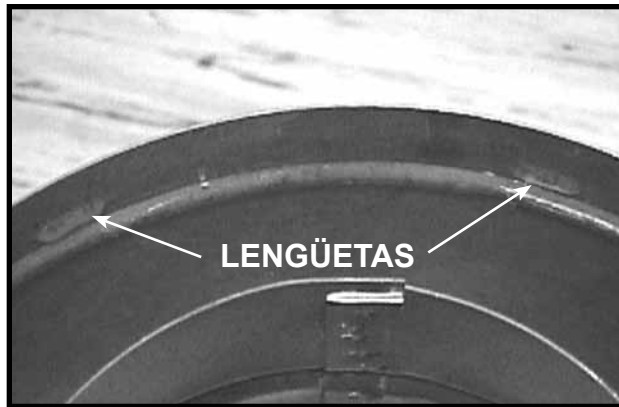

Figura 16.
- Deslice el extremo macho del tubo interno del sistema de salida de humos dentro del collarín interno del calefactor. Al mismo tiempo, inserte el tubo externo del sistema de salida de humos en el collarín externo del calefactor. Presione la sección del sistema de salida de humos dentro del collarín hasta que todas las lengüetas (consulte la Figura 16) encajen firmemente en su sitio. Tire suavemente del sistema para comprobar que está firmemente trabado.